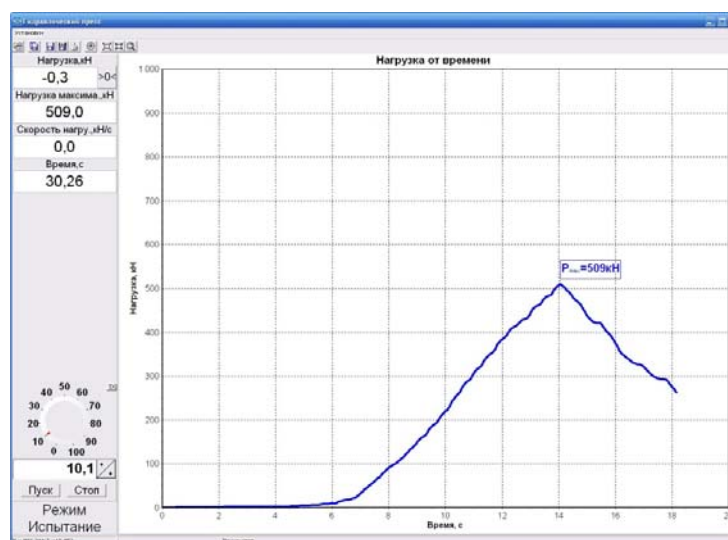

Рисунок 18.1.Режим «Испытание».
18.3.1. Выбрать в меню «Установки» режим «Испытание», окно программы примет вид, показанный на рис.18.1.